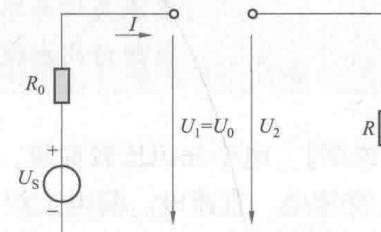

图1-4 电路的开路状态
(2) 开路(断路)。电路的某一处或几处因为意外原因断开了,由于电源与负载接通,此时电路中没有电流通过,又称为空载状态,如图1-4所示。